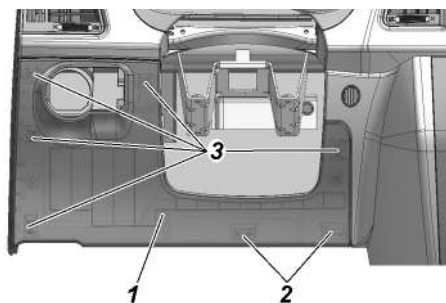

Рис. 9.28. Установка крышки блока реле и предохранителей :
- вывести из зацепления две защелки 2 (рис. 9.28) с обратной стороны крышки блока, расположенные в нижней ее части;